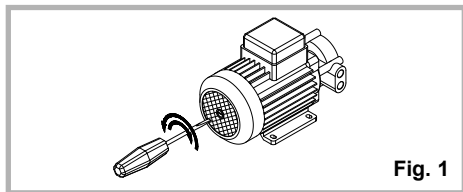

Fig. 1
**BOMBA SUPLEMENTAR (Opcional) (Fig. 1):**